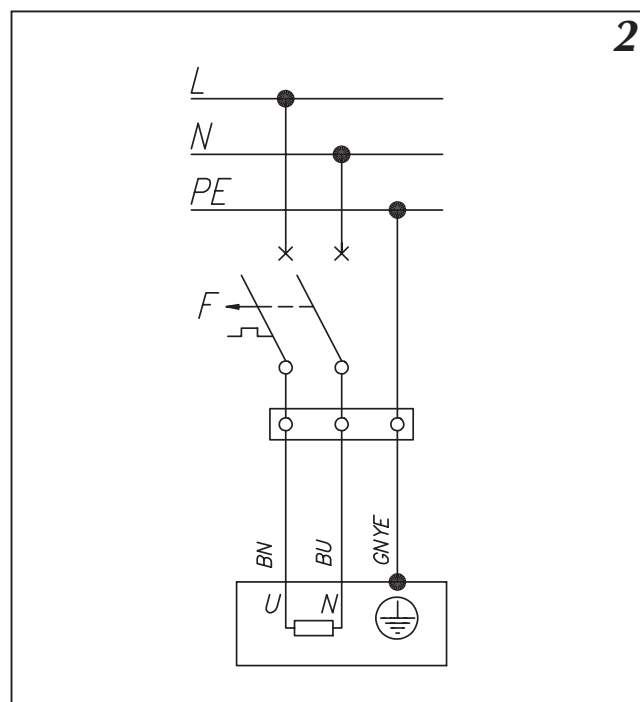

Рис.2 Подключение к электросети
7. Подключить водонагреватель к электросети (через эл. бокс согласно Рис.2 )